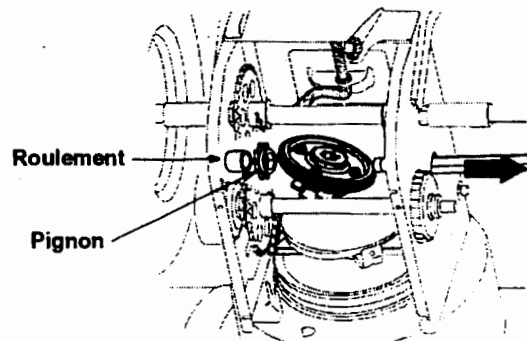

Figure 23
- Tenez la roue de frottement et dégagez l'arbre hexagonal de la machine en le glissant vers le côté droite. Voir la Figure 23. La rondelle d'écartement sur la droite de l'arbre hex. peut tomber.